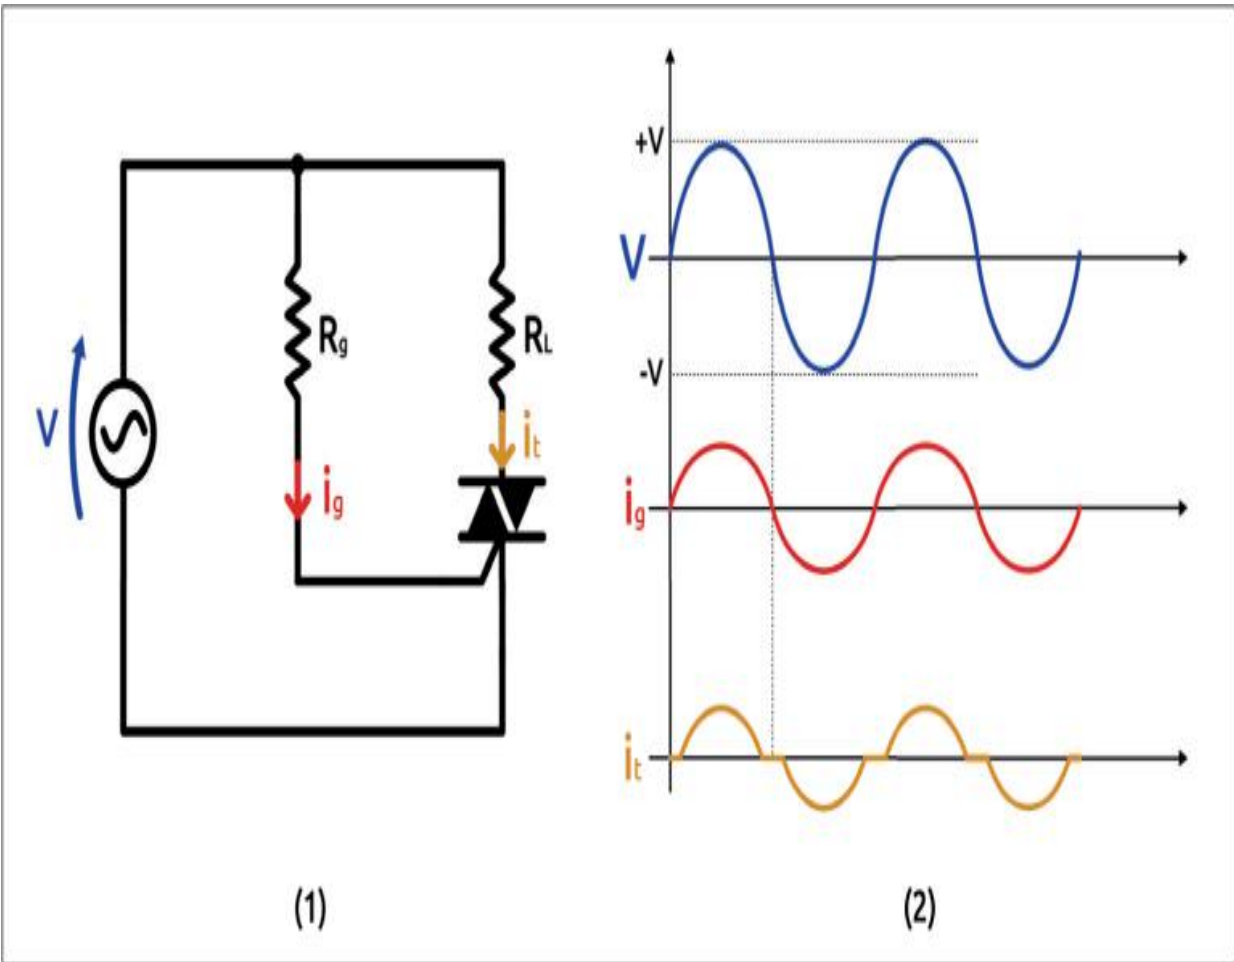

Figura 3.100 – Representación de la corriente de puerta y de la corriente en el TRIAC.
En la figura 3.100 podemos observar la tendencia de las corrientes dentro de un TRIAC. Nos basamos en un simple circuito de muestra (1) utilizado solo para explicar el comportamiento del TRIAC.